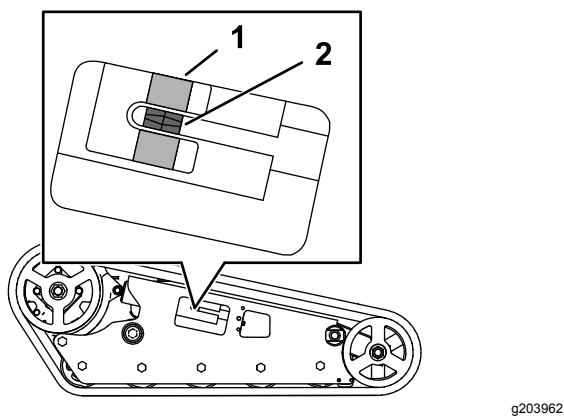

**Figura 59**
3. Retire el perno de bloqueo y la tuerca (Figura 59).
5. Alinee la muesca más próxima del tornillo tensor con el taladro del perno de bloqueo, y fije el tornillo con el perno de bloqueo y la tuerca (Figura 59).
4. Retire el perno de bloqueo y la tuerca (Figura 59).
5. Usando una llave de carraca de ½", alivie la tensión en la oruga girando el tornillo tensor en sentido horario (Figura 59 y Figura 60).